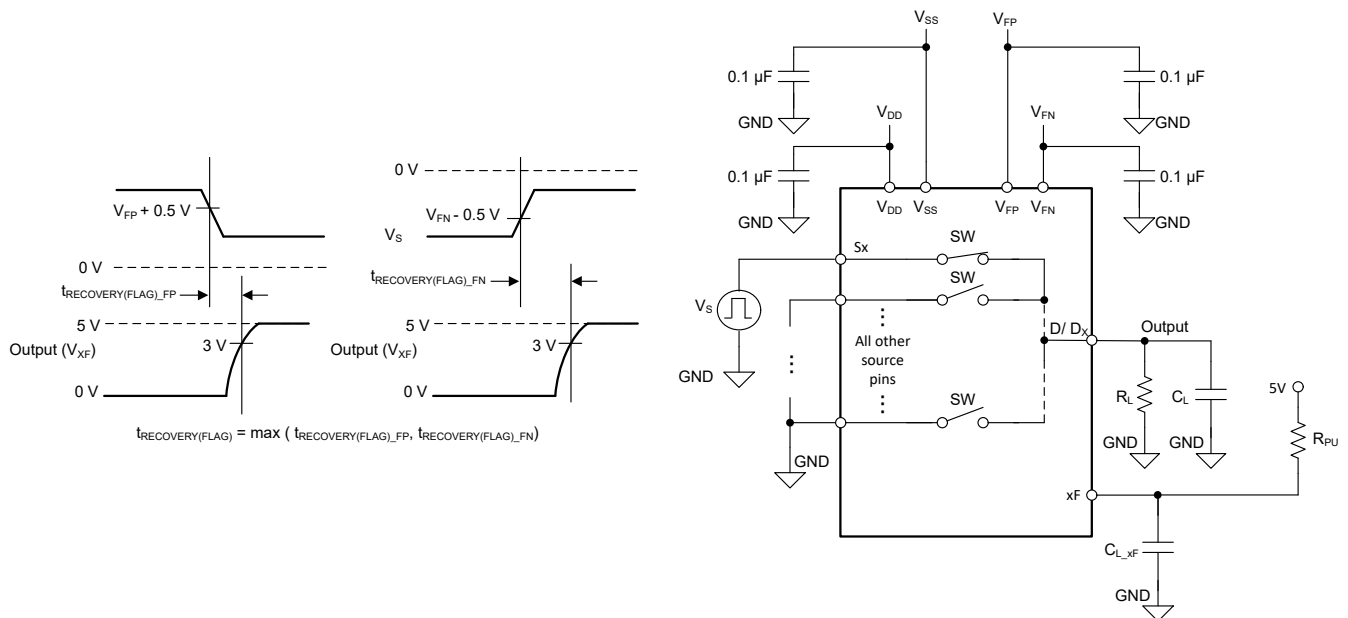

图 8-12. 故障标志恢复时间测量设置
故障标志恢复时间 ( $t_{\text{RECOVERY(FLAG)}}$ ) 测量源电压从过压状态下降到低于故障电源电压 ( $V_{\text{FP}}$  或  $V_{\text{FN}}$ ) 加  $0.5\text{V}$ ，与一般故障标志 (FF) 引脚或特定故障标志 (SF) 引脚在  $5\text{V}$  外部上拉时升至  $3\text{V}$  以上之间的延迟。图 8-12 展示了用于测量  $t_{\text{RECOVERY(FLAG)}}$  的设置。